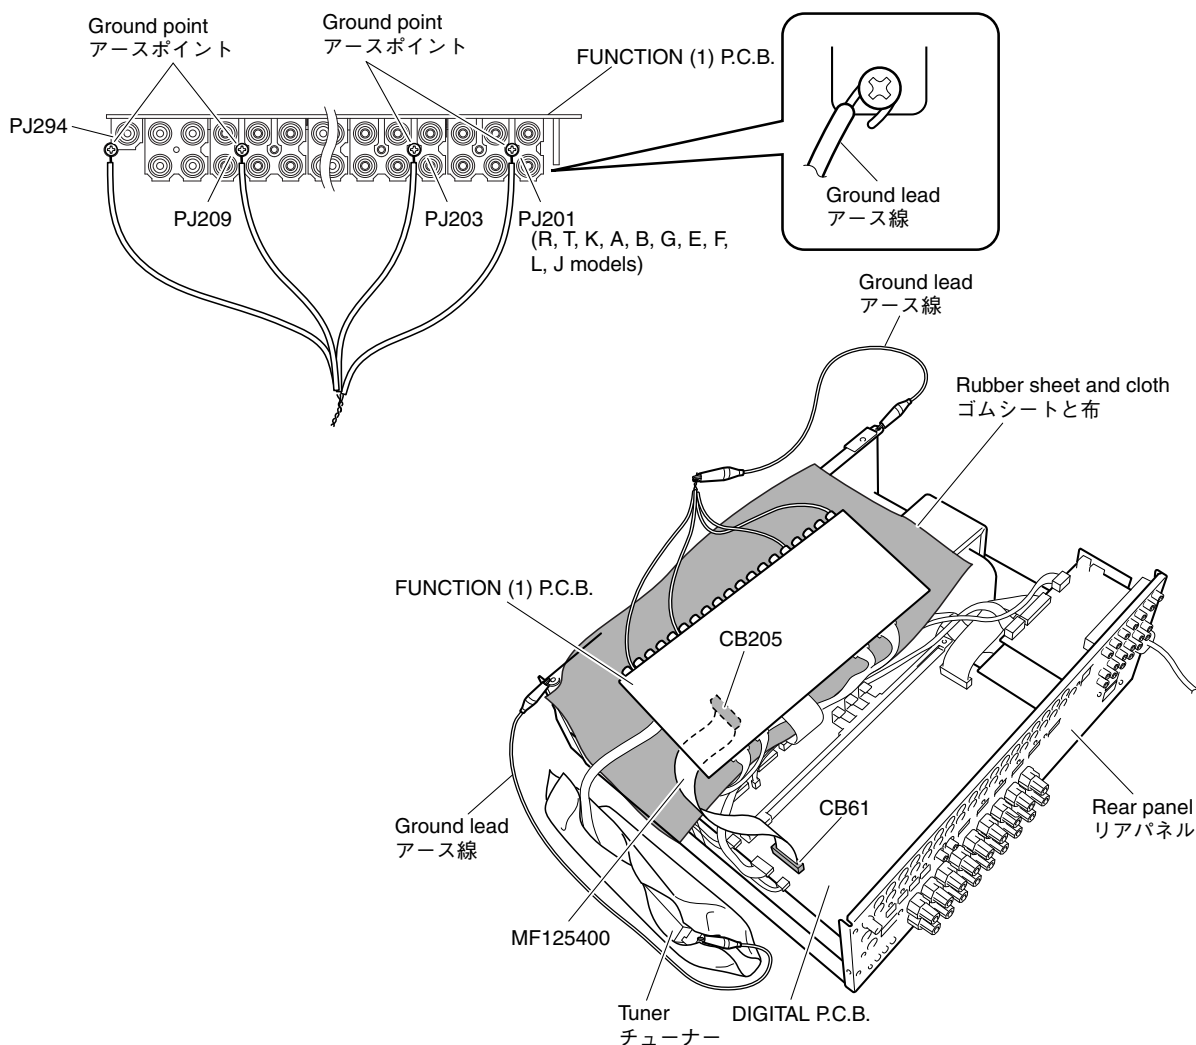

Fig. 9
- Put the rubber sheet and cloth over the equipment. Then place the FUNCTION(1) P.C.B. upside down on the cloth and check it. (Fig. 9)
- Be sure to use the extension cable for servicing for the following section. (Fig. 9)
- In this unit, the ground of P.C.B.s shown below is connected to the rear panel and chassis. When FUNCTION (1) P.C.B. is removed from the rear panel and chassis, connect the ground point to the rear panel or chassis, using a ground lead or the like. (Fig. 9)
- 本機の上にゴムシートと布を敷き、その上に FUNCTION(1) P.C.B.を裏返しに置いてチェックします。(Fig. 9)
- 次の区間は、サービス用延長ケーブルを使用してください。(Fig. 9)
FUNCTION(1) P.C.B.をリアパネルおよびシャーシより取り外した場合、リード線等でアースポイントをリアパネルまたはシャーシに接続してください。(Fig. 9)